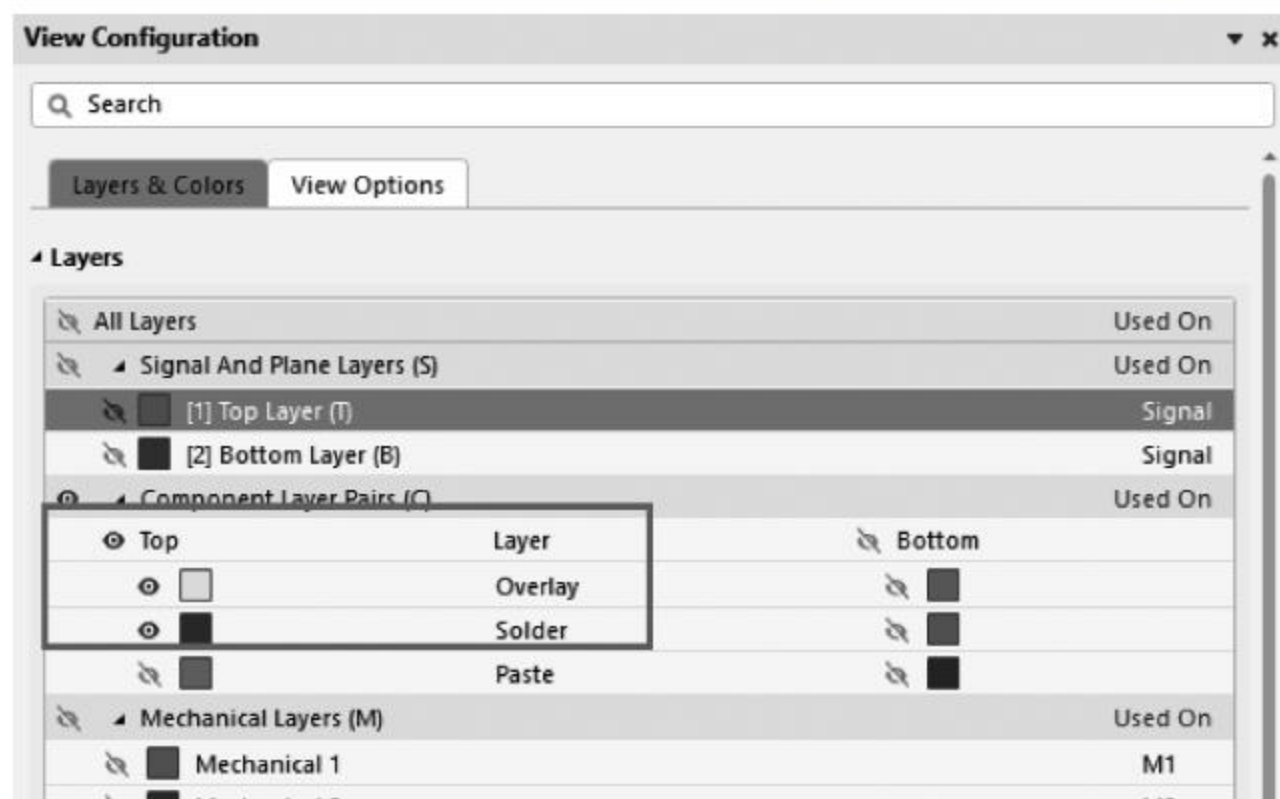
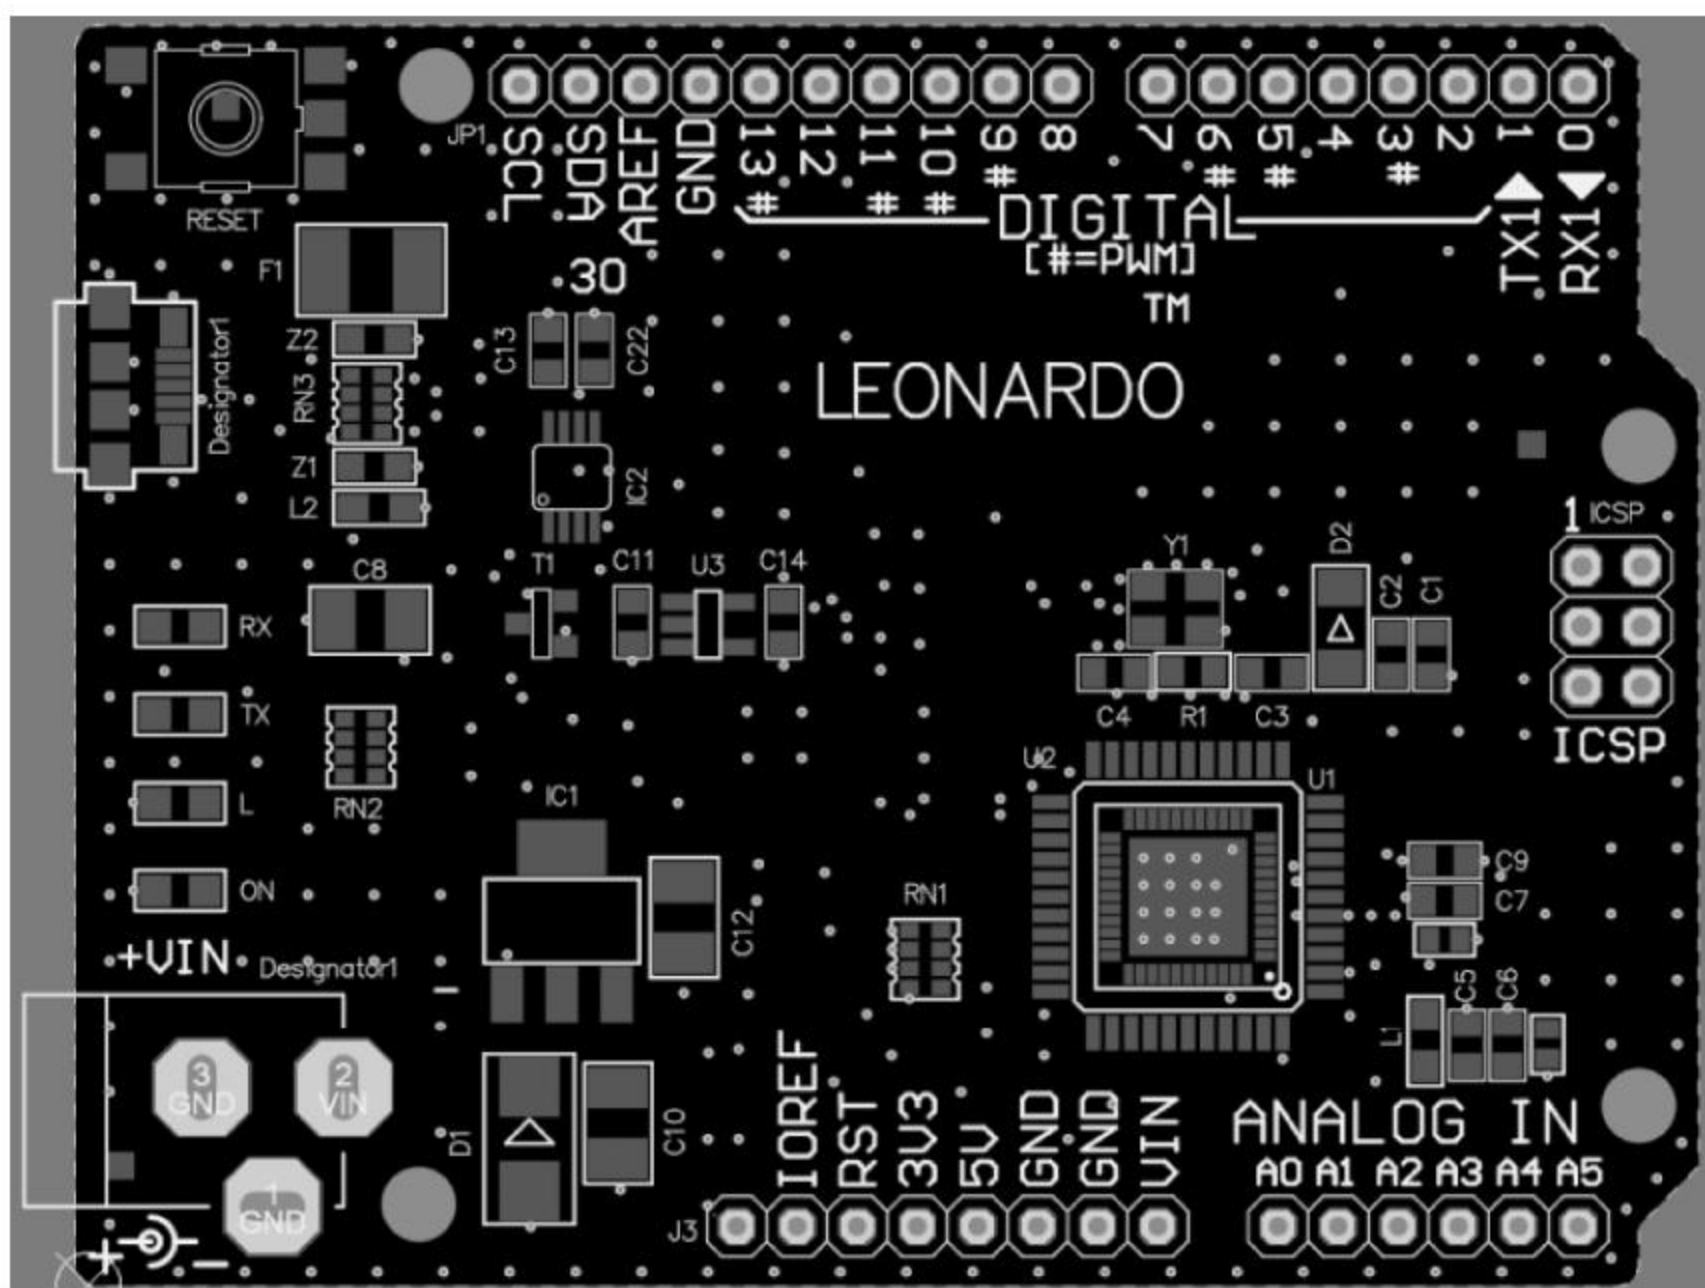

图 6-17 只显示 Top Overlay 和 Top Solder 的操作
图 6-18 只显示 Top Overlay 和 Top Solder 的效果
(1) 按快捷键 L, 在弹出的 View Configuration (视图配置) 面板中, 把其他的层全部隐藏, 只显示 Top Overlay 和 Top Solder 层 (单击对应层旁边的“显示/隐藏”图标 , 出现斜线  表示已被隐藏), 如图 6-17 所示。PCB 效果如图 6-18 所示。